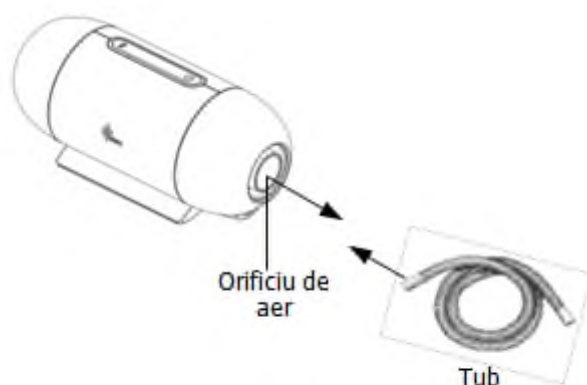

Fig. 11-4
(1) Conectați un capăt al tubului la orificiul de aer al dispozitivului principal, așa cum este arătat în Fig. 11-4.